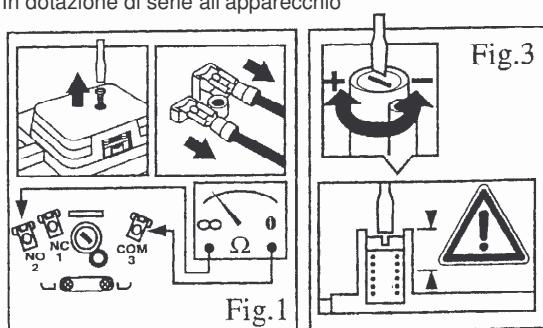
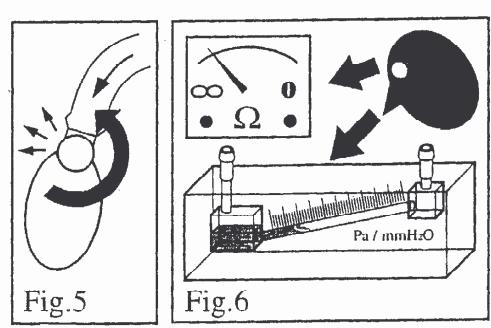
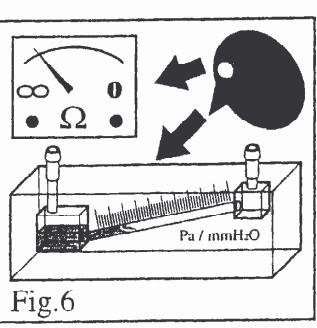

Fig.3
Fig.5
Fig.6
- Prima di procedere al riempimento dell'impianto controllare che la pompa non sia bloccata. Nel caso lo fosse, togliere il tappo di protezione e con un cacciavite ruotare a destra e a sinistra il perno del rotore della pompa stessa (Fig. 3).
- Aprire il rubinetto di riempimento (Fig. 5) fino a quando la pressione letta sul manometro indica 0,5 bar.
Negli ambienti ad occupazione stagionale si potrà aggiungere all'acqua dell'impianto un antigelo di qualità appropriata la cui concentrazione non dovrà superare il 30% del volume dell'acqua contenuta nell'impianto, oppure procedere allo svuotamento del circuito riscaldamento e del circuito idrico sanitario compreso il bollitore ad accumulo interno alla caldaia **mediante i rubinetti di scarico specifici di entrambi i circuiti interni alla caldaia** (Fig. 5).
Avvitare un giro o più la vite di regolazione fig. 3. Insulare aria fino ad ottenere la "chiusura" del contatto elettrico segnalata dallo strumento di misura. Fig. 2-5.
Far defluire l'aria lentamente dal soffietto fig. 5 fino alla "riapertura" del contatto fig. 6 fissando in contemporanea il valore della pressione residua. Verificare che il valore di disinserimento sia quello indicato nella tabella sottostante oppure agire sulla vite di regolazione fig. 3 fino all'ottenimento di quanto richiesto.
La spia luminosa F si spegne (Fig. 5)
- Se dopo alcuni tentativi di sblocco del dispositivo di accensione e di controllo I (Fig. 5) non riuscite a far accendere il bruciatore, può trattarsi di un guasto al dispositivo di accensione o dell'elettrodo di accensione o di rilevazione fiamma.